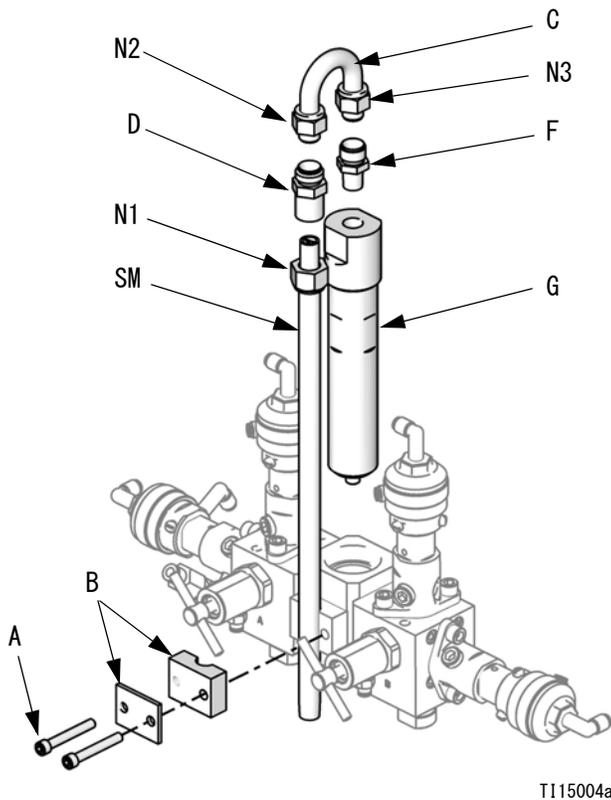

図 8. インテグレータおよび静的ミキサーの分解
1. ねじ (A) および静的ミキサーブラケットアセンブリ (B) を取り外します。図 8 を参照してください。
2. 静的ミキサーのナット (N1) を緩めます。静的ミキサー (SM) 取り外します。
3. U チューブナット (N2 および N3) を緩めます。U チューブ (C) および静的ミキサー取り付け金具 (D) を破棄します。
4. 1/4 npt(m) 取り付け金具 (F) を取り外して保持します。インテグレータ (G) を外して破棄します。